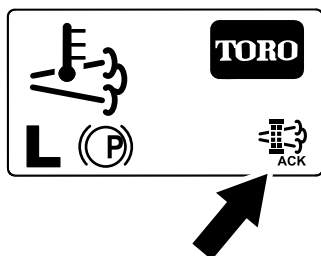

Figura 85
8. InfoCenter afiează ecranul de pornire i pictograma de confirmare a regenerării (Figura 85) apare în colul din dreapta jos al ecranului pe măsură ce procesele de regenerare sunt în curs de desfășurare.